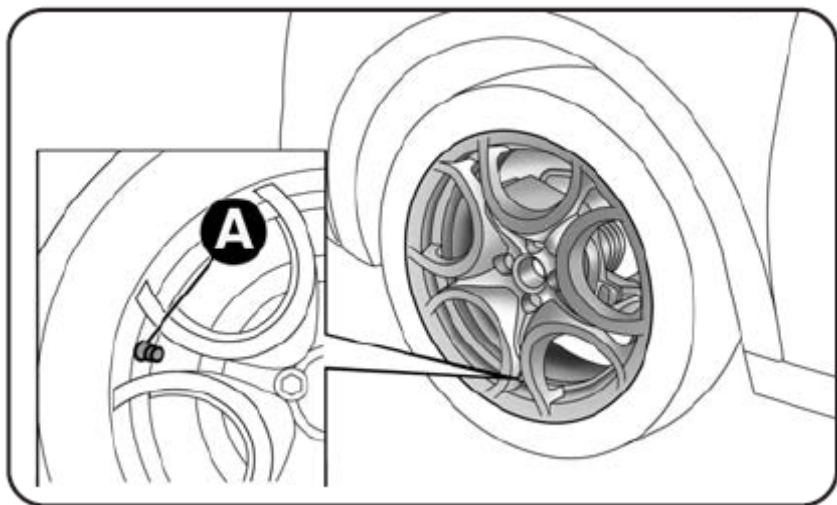

Рис. 15
- установите колесо с колпачок вентиля А – рис. 15 повернутым как показано на рисунке, после чего потяните стояночный тормоз, выньте комплект и положите его рядом с колесом;